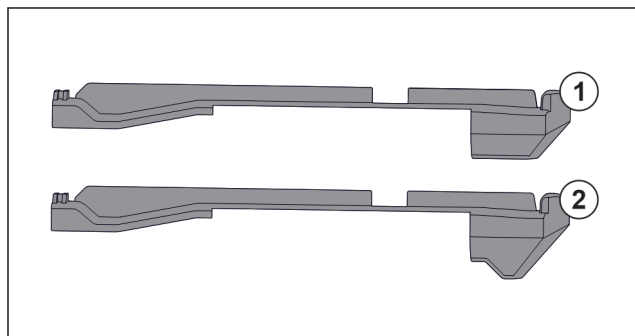

Fig. 78 Compararea pieselor de fixare
În aparat există două piese diferite de fixare. Piesa de fixare de deasupra sertarului de jos Fig. 78 (2) are o margine triunghiulară. Toate celelalte piese de fixare Fig. 78 (1) au o margine dreaptă.
- ▶ Montați piesa de fixare Fig. 78 (2) cu marginea triunghiulară peste sertarul de jos.
- ▶ Montați piesa de fixare Fig. 78 (1) cu marginea dreaptă la toate celelalte poziții.